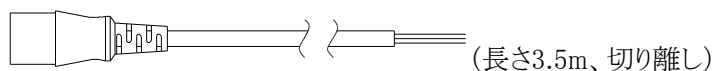

図 7-8 AC電源コード200V
6. 200V系をご使用になる場合は、オプションのAC電源コード200V(図7-8: 0311-5112)をご使用ください。